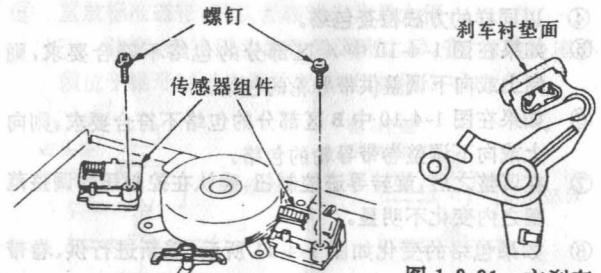

图 1-3-30 传感器组件的更换
- ① 拆掉卷带传感器组件上的3脚和6脚插座，拆掉供带传感器组件上的4脚插座。
- ② 拆下螺丝(图 1-3-30)。
- ③ 拆下传感器组件。
- ④ 当安装新的传感器时执行与上述相反的步骤。